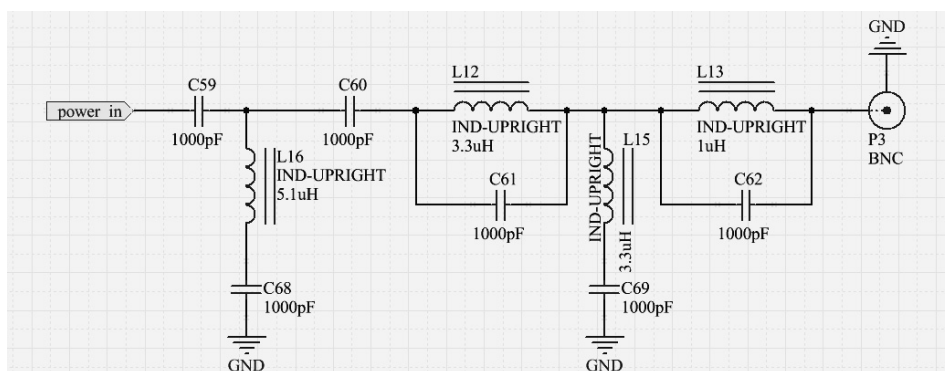

图 5-2-11 天线匹配电路
(8) 绘制天线匹配电路原理图。在工程中新建原理图文件，命名为“antenna.SchDoc”，在这张原理图上绘制天线匹配电路，如图 5-2-11 所示。